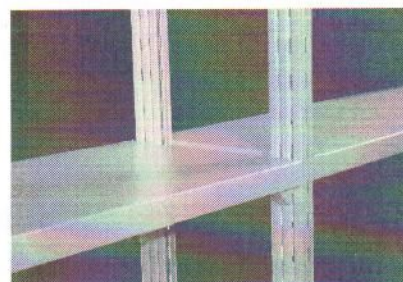

РИС.13
* при установке нескольких стеллажей в ряд полки крепятся как показано на рис.13 (т.е. возможно крепление полок на одну стойку с двух сторон как на одном уровне, так и на разных).